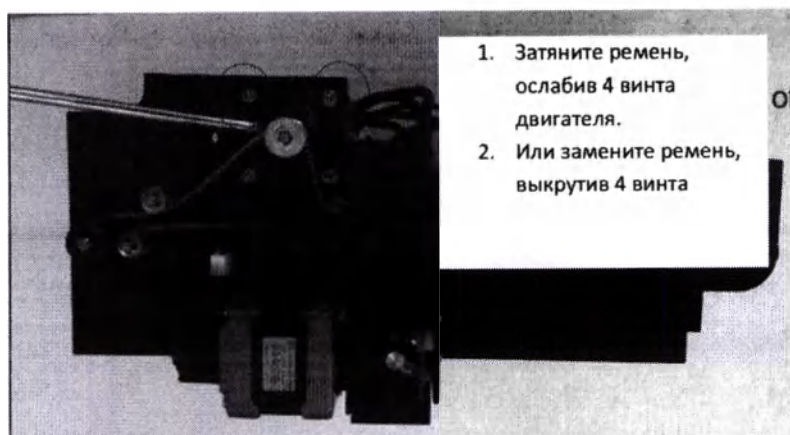

Рисунок 131.
(1) См. процедуру в части 1. После извлечения из опорных стержней камеру следует поместить в положение, показанное на Рисунок 131, а затем можно ослабить четыре винта крепления двигателя и вынуть старый ремень для установки нового.
Примечание: маршрут движения ремня должен соответствовать положению, приведенному на Рисунок 131.